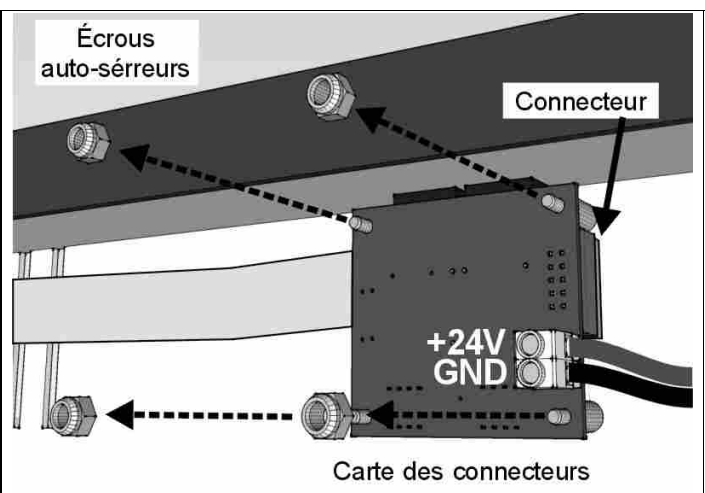

Fig. 17: Fixation de la carte des connecteurs
- Avec une clé de 5,5 mm, dévissez les quatre écrous de serrage de la carte des connecteurs (Fig. 17), ôtez-la de son logement et installez la nouvelle carte.